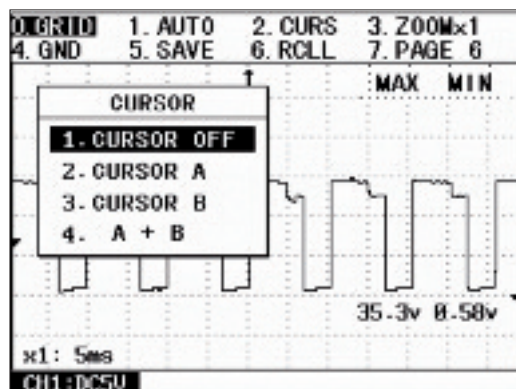

Abb. 3-15 Cursor
- Zeigt das Auswahlménü für den Cursor, wie in Abb. 3-15 dargestellt.